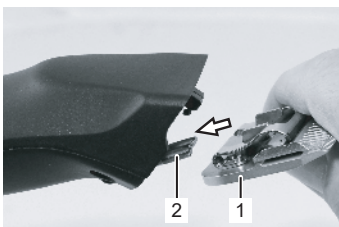

Fig. 17
6. Sätt klipphuvudet på svängarmen och vik den över den påslagna klippern med lätt tryck (Fig. 17, 18, 19).